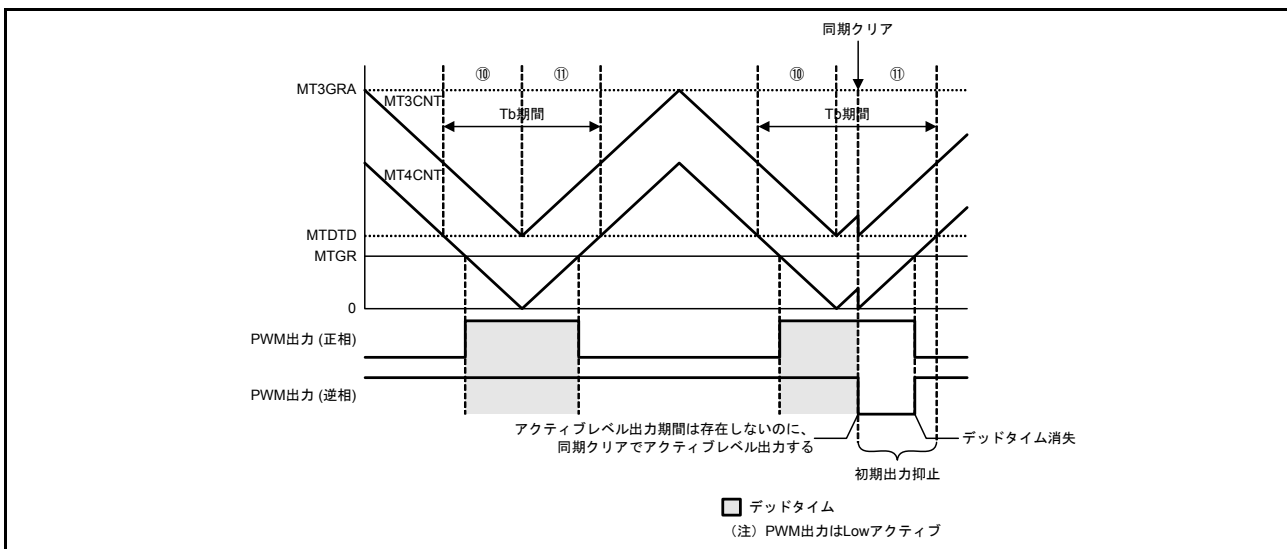

図 16.145 条件 (2) の同期クリア例
条件 (2) 初期出力の抑止期間⑩、⑪にて、 $MT3GRB \leq MTDTD$ 、 $MT4GRA \leq MTDTD$ 、 $MT4GRB \leq MTDTD$ ($MT6GRB \leq MTDTD$ 、 $MT7GRA \leq MTDTD$ 、 $MT7GRB \leq MTDTD$) のいずれかが成立する状態で、同期クリアする (図 16.145)。